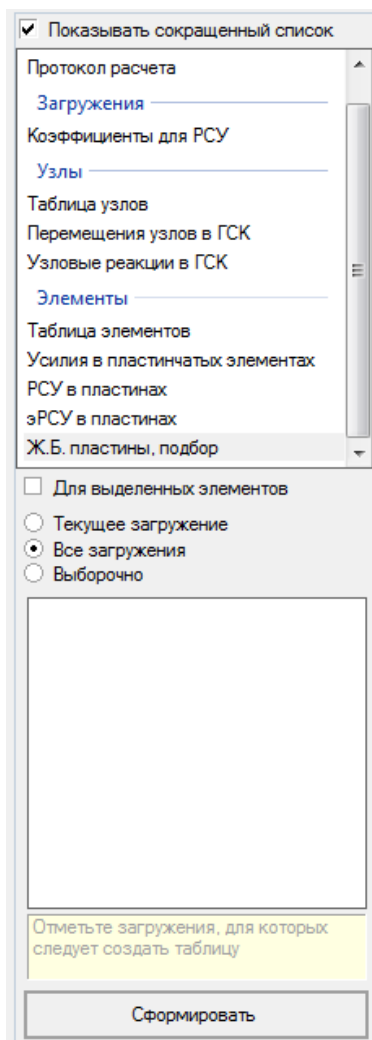

Рис. 104. Формирование таблиц результатов
- В боковой панели **Формирование таблиц** выделите название таблицы **Ж.Б. пластины, подбор** (убрав галочку **Для выделенных элементов**) (рис. 104) и нажмите на кнопку **Сформировать**.
- Полученная таблица **Ж.Б. пластины, подбор** отобразится в нижней части экрана (рис. 104).